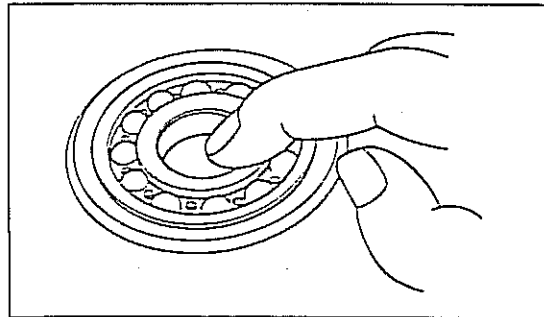

Bild 164
-  Die Kugellager der Welle dürfen bei der Fingerprobe (siehe Bild 164) keine Geräusche von sich geben und widerstandsfrei drehbar sein. Bei Abweichung der Spezifikationen entsprechende Teile ersetzen.
-  Innenlaufringe der Lager mit dem Finger drehen. Lager müssen leicht und geräuschlos laufen, siehe Bild 164. Festsitz des Lagerausseringens in der Kurbelgehäuse-Bohrung prüfen. Defekte Lager von Fachbetrieb bzw. Yamaha-